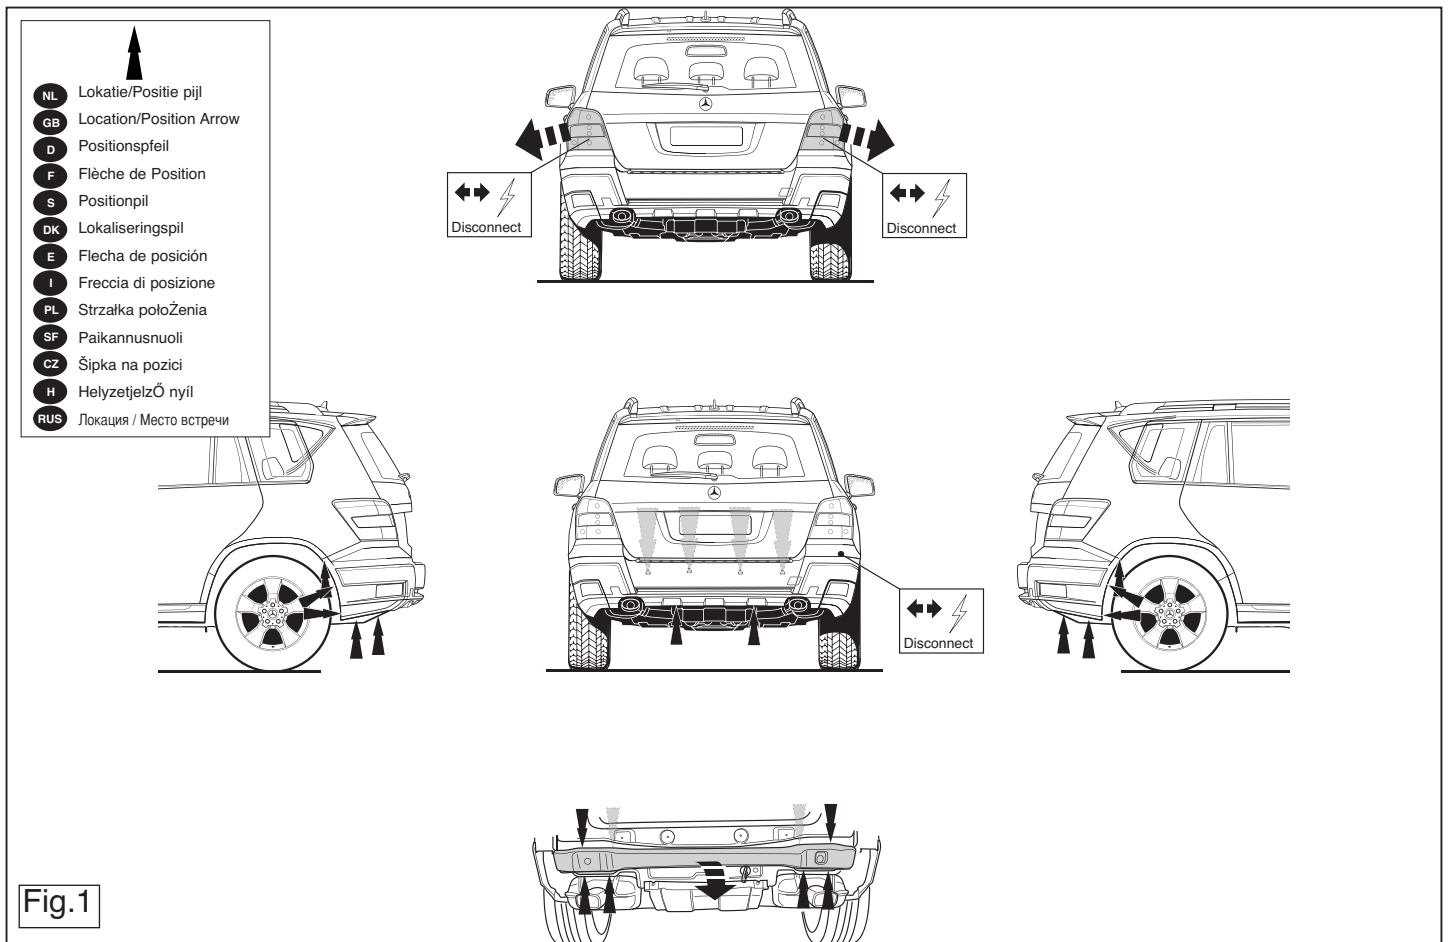

Fig.1
2. Remove the bumper and the steel buffer beam from the vehicle. The buffer beam will no longer be needed. See figure 1.
2. Die Stoßstange einschließlich des stählernen Stoßbalkens vom Fahrzeug abmontieren. Der Stoßbalken wird nicht mehr benötigt. Siehe Abbildung 1.
13. Den angegebenen Teil mit Hilfe der Schablone aus der Stoßstange heraus schneiden. (Schablone außen auf der Stoßstange anlegen). Siehe Abbildung 1.
2. Déposer le pare-chocs du véhicule y compris la traverse en acier la traverse ne sera plus utilisée. Voir la figure 1.